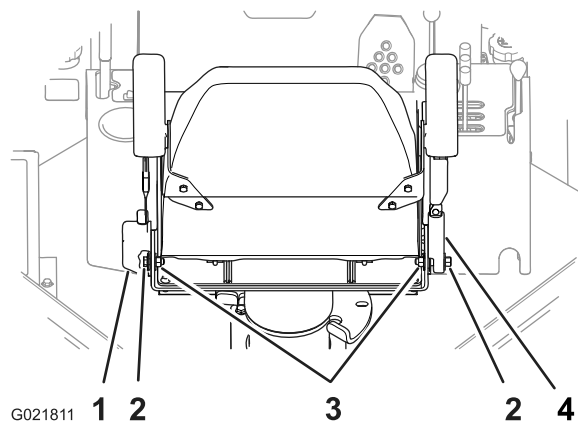

Figure 98
3. Vérifiez que les boulons et écrous qui fixent l'enrouleur et la boucle de la ceinture de sécurité au siège sont serrés à un couple de 7,8 à 9,6 Nm ; voir Figure 98.